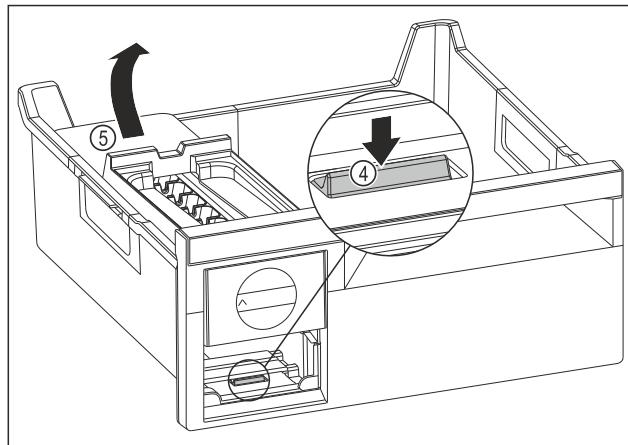

Fig. 96
- Изваждане на корпуса на EasyTwist-Ice: Натиснете езичето Fig. 96 (4) с пръст надолу и едновременно с това с другата ръка повдигнете корпуса на EasyTwist-Ice Fig. 96 (5) отзад.